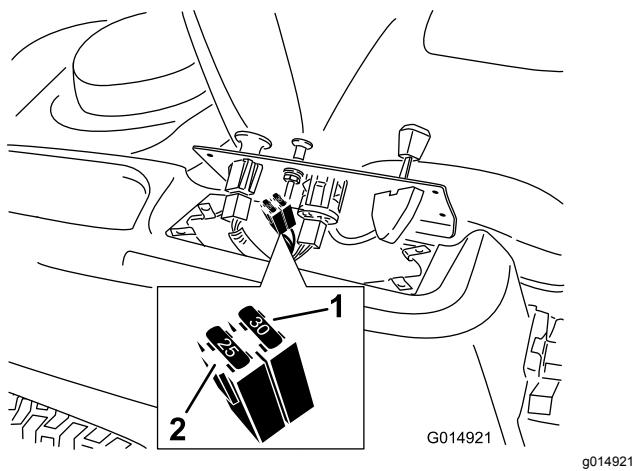

Figura 50
2. Levante el panel de control para tener acceso al arnés de cables principal y al bloque de fusibles (Figura 50).
3. Para cambiar un fusible, tire del fusible para retirarlo (Figura 50).